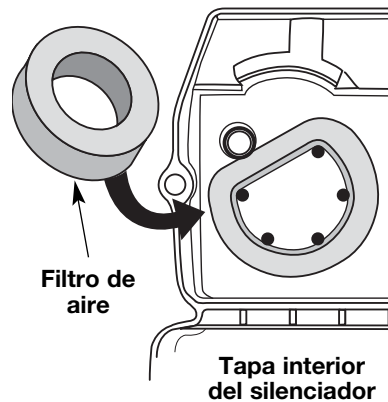

Fig. 26
2. Gire la tapa y ubique el filtro de aire adentro. Saque el filtro de aire de adentro de la tapa del filtro de aire / silenciador (Fig. 26).
6. Cambie el filtro de aire dentro de la tapa del filtro de aire / silenciador (Fig. 26).